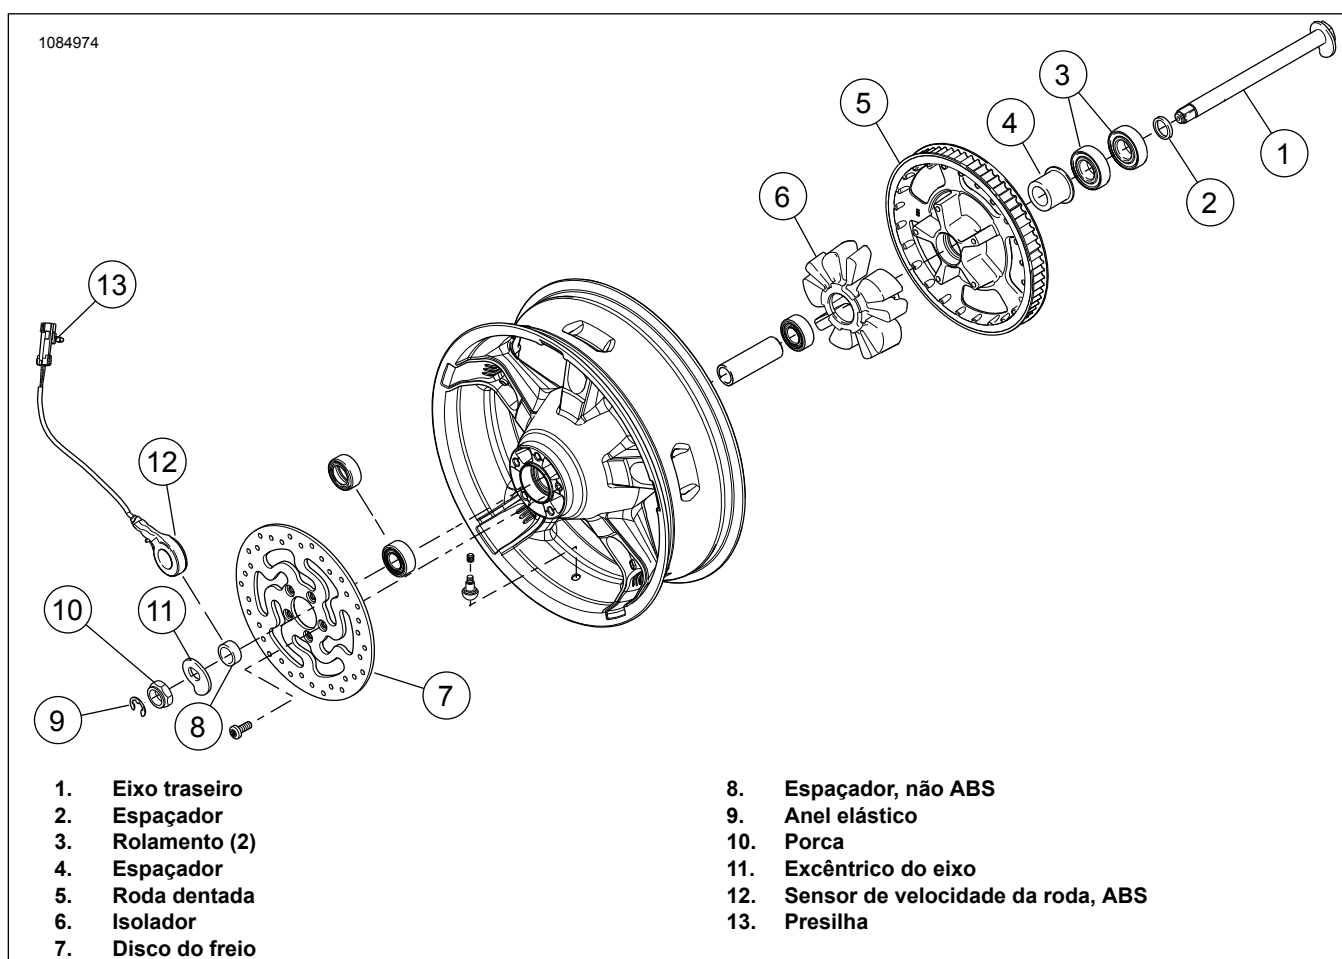

Figura 2. Peças de reuso da roda traseira
3. Veja a figura 2. Remova e desmonte o conjunto da roda traseira existente. As peças listadas são necessárias para a remontagem. Veja o Manual de serviço.